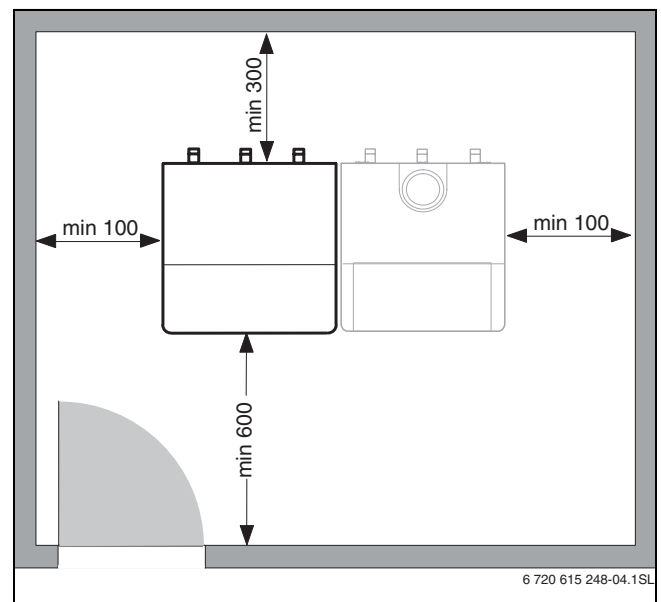

Bild 2 Empfohlene Mindest-Wandabstandsmaße
- ▶ Die Mindest-Wandabstandsmaße einhalten (→ Bild 2, Seite 5).